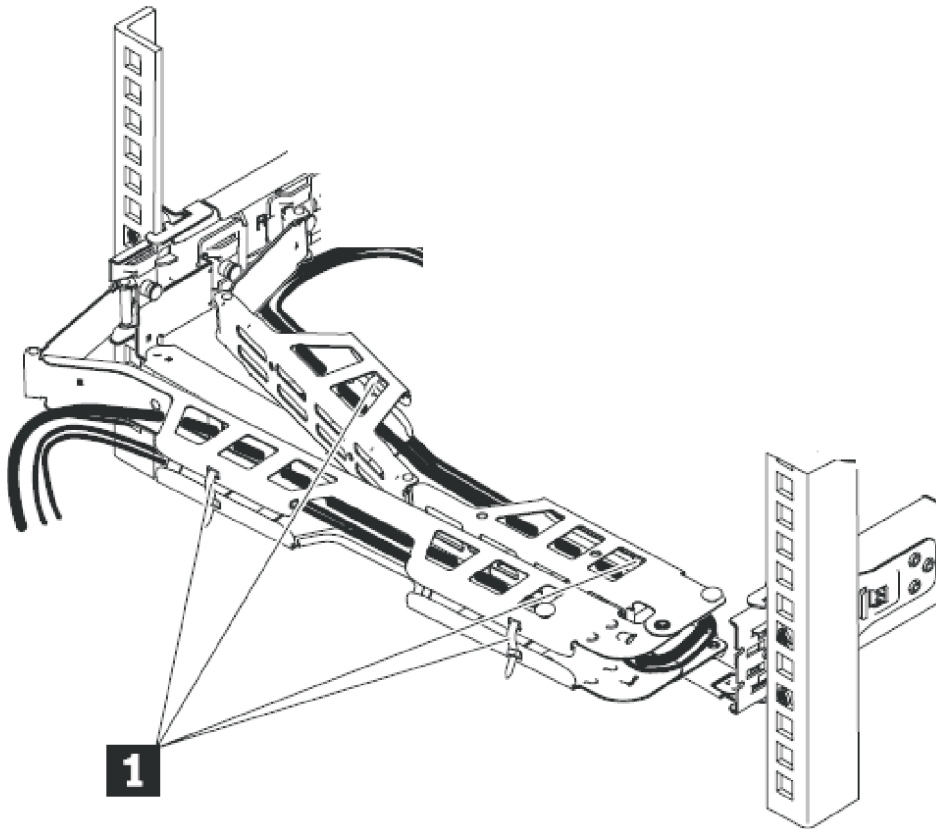

Figura 40. Conectando e roteando os cabos
- a. Roteie os cabos de dados e os cabos de energia no suporte para organização de cabos, conforme mostrado por **1** na Figura 40 na página 53.